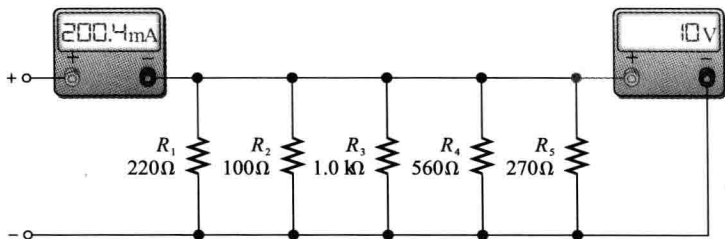

图 5-60 习题 27 图
27. 在图 5-60 中，电流和电压测量值如图中所示，试问是否有电阻器开路？如果有，是哪一个？